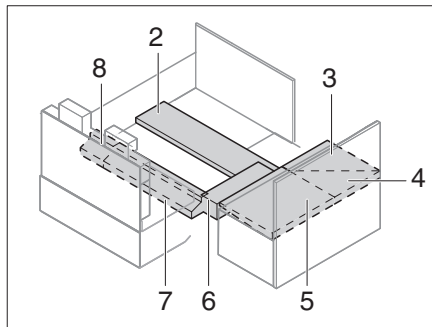

Bild 234 Zusatzpolster positionieren
- Zusatzpolster positionieren (Bild 234). Der Abstand ergibt sich aus den Einlegepolstern.